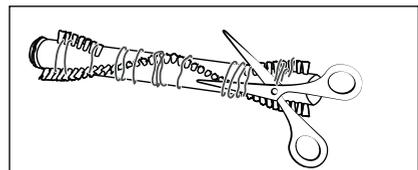

Fig. 26
- 4) Corte los hilos y pelos enganchados a lo largo de las cerdas del rodillo de cepillos **21** con unas tijeras (consulte la fig. 26). Retire los hilos y pelos del rodillo de cepillos **21**.